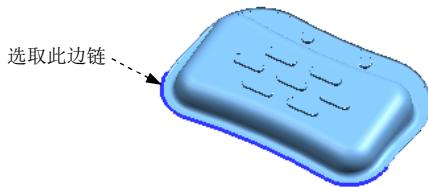
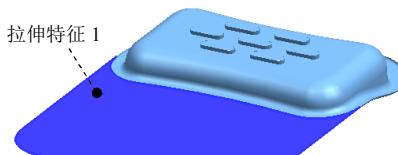

图 1.33 定义拉伸对象 1
图 1.34 创建拉伸特征 1
Step1. 创建拉伸特征 1。选择下拉菜单 **插入 (I)** → **设计特征 (D)** → **拉伸 (E)...** 命令，系统弹出“拉伸”对话框；选取如图 1.33 所示的片体边链为拉伸对象 1；在 **指定矢量 (1)** 下拉列表中选择 **YC** 选项；在 **限制** 区域的 **开始** 下拉列表中选择 **值** 选项，并在其下的 **距离** 文本框中输入数值 0，在 **结束** 下拉列表中选择 **值** 选项，并在其下的 **距离** 文本框中输入数值 100；其他参数采用系统默认设置值；单击 **确定** 按钮，完成如图 1.34 所示拉伸特征 1 的创建。